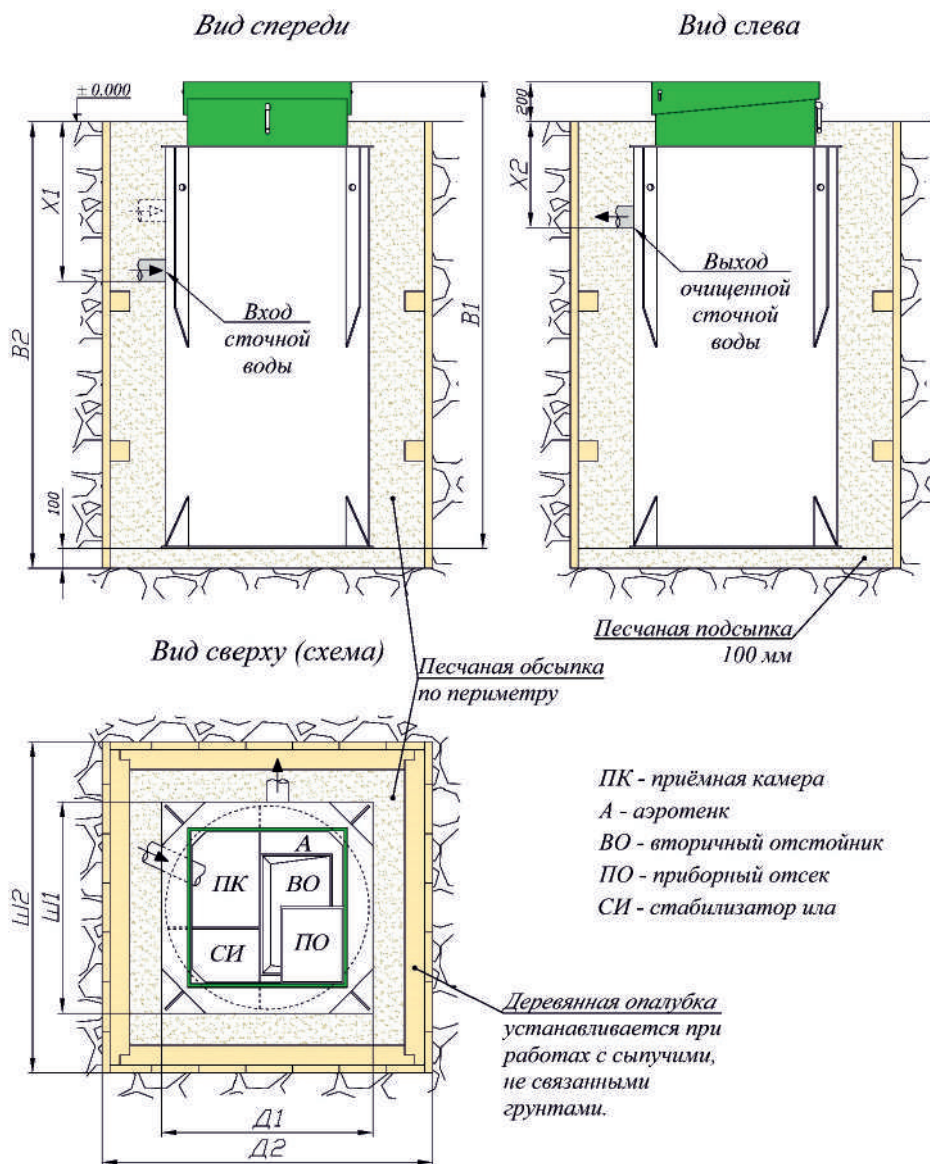

Рис. 1.
Габаритные размеры установок и котлованов, в соответствии с рис. 1, приведены в табл. 1.
После монтажа установки в котлован с подготовленным дном и с глубиной, соответствующей высоте установки (табл. 1), следует вырезать в стенке уравнильного резервуара (приёмной камере) отверстие для подводящего трубопровода, по месту и высоте, согласно уровню подвода канализационной трубы. Определить ёмкость, в которой необходимо сделать входное отверстие, можно по схеме (рис. 1).
- Ввод должен быть выполнен в приёмную камеру (ПК) (см. рис. 1);
- Поплавковый переключатель, поставляемый в собранном виде, установить в приёмную камеру (ПК) (рис. 1), зафиксировав в опорах (клипсах), закреплённых в заводских условиях на корпусе, цилиндре или на перегородке в зависимости от модели. Провод поплавоквого переключателя завести в приборный отсек (ПО) через герметичный кабельный ввод (сальник) на стенке приборного отсека (ПО) и затянуть его, завернув накидную гайку до упора. Подключение поплавка произвести согласно электрической схеме, находящейся на внутренней стороне крышки распределительной коробки;